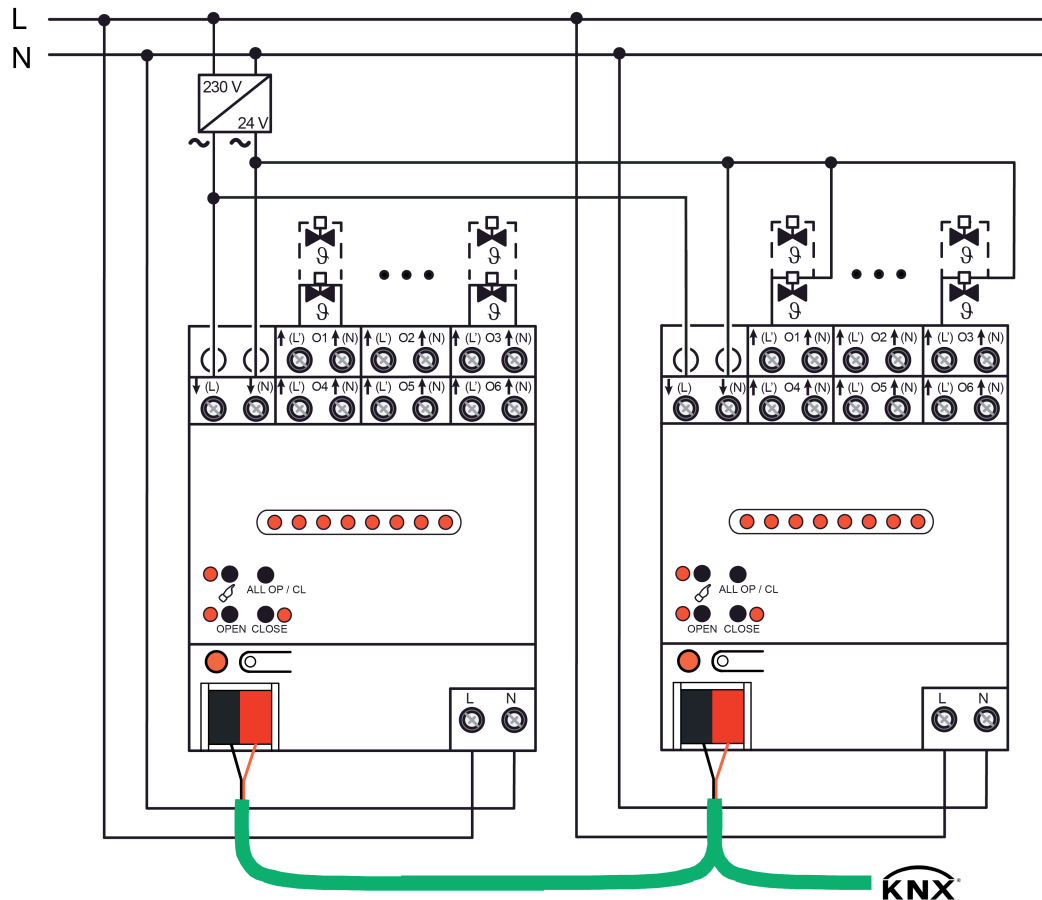

Figure 3: Raccordement de servomoteurs 24 V AC
- Raccorder les servomoteurs 24 V AC conformément au schéma de raccordement (figure 3). Il est possible de raccorder les servomoteurs soit individuellement et directement aux bornes des sorties de l'actionneur de chauffage (exemple de raccordement à gauche), soit par le biais d'un conducteur commun (exemple de raccordement à droite).
- ❗ Les bornes marquées « (N) » des sorties de valves sont pontées dans l'appareil. Ces bornes doivent être utilisées uniquement pour le raccordement des servomoteurs d'un actionneur. Ne jamais raccorder un potentiel neutre (tension secteur) !
- Raccorder l'alimentation pour les servomoteurs (24 V AC) aux bornes ↓(L) et ↓(N) (1). Utiliser ici la tension basse 24 V AC de l'alimentation en tension appropriée (transformateur, bloc d'alimentation).
- Raccorder la tension secteur 230 V AC aux bornes **L N** (5).